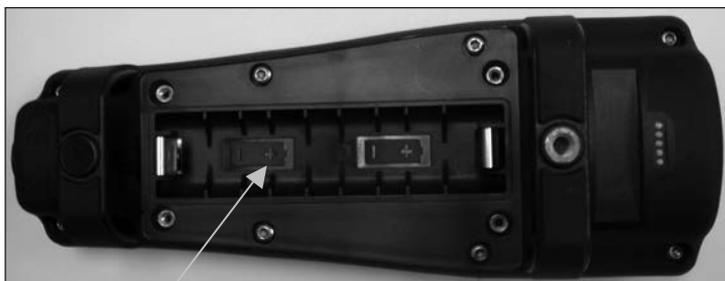

Figure 1, Pro20/Pro20i avec le couvercle des piles retiré.
4. Installez les nouvelles piles, en veillant à respecter leur polarité (Figure 1).